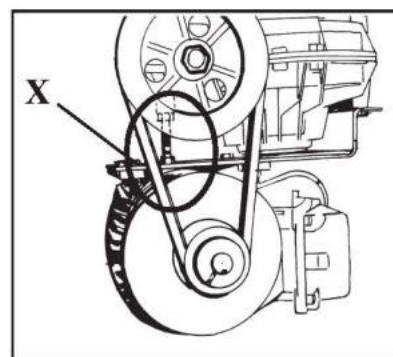

Рис.17
- С помощью специального регулировочного болта X на опоре двигателя отрегулируйте натяжение приводного ремня. (рис.17)